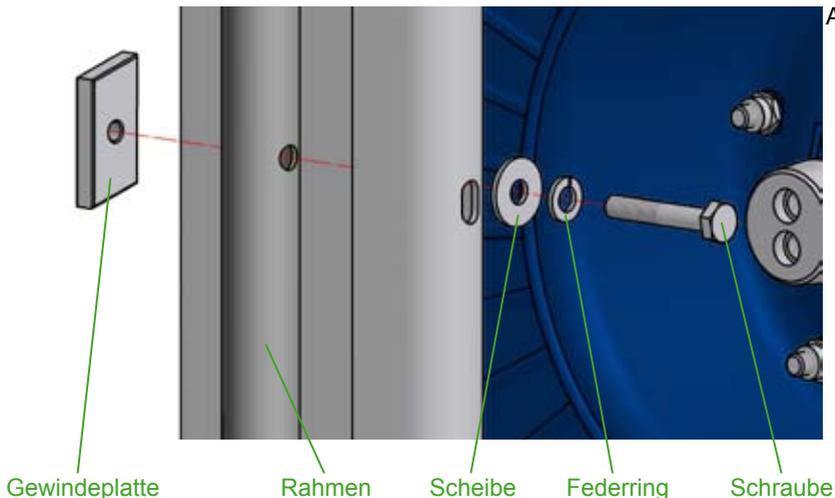

Abb. 15
- Haspel an der „offenen“ Seite des Rahmens anlegen, so dass die Befestigungsbohrungen des Trägers mit denen des Rahmens übereinander liegen und anschließend mittels Schrauben, Federringe, Scheiben und Gewindeplatte montieren (siehe Abb. 15).